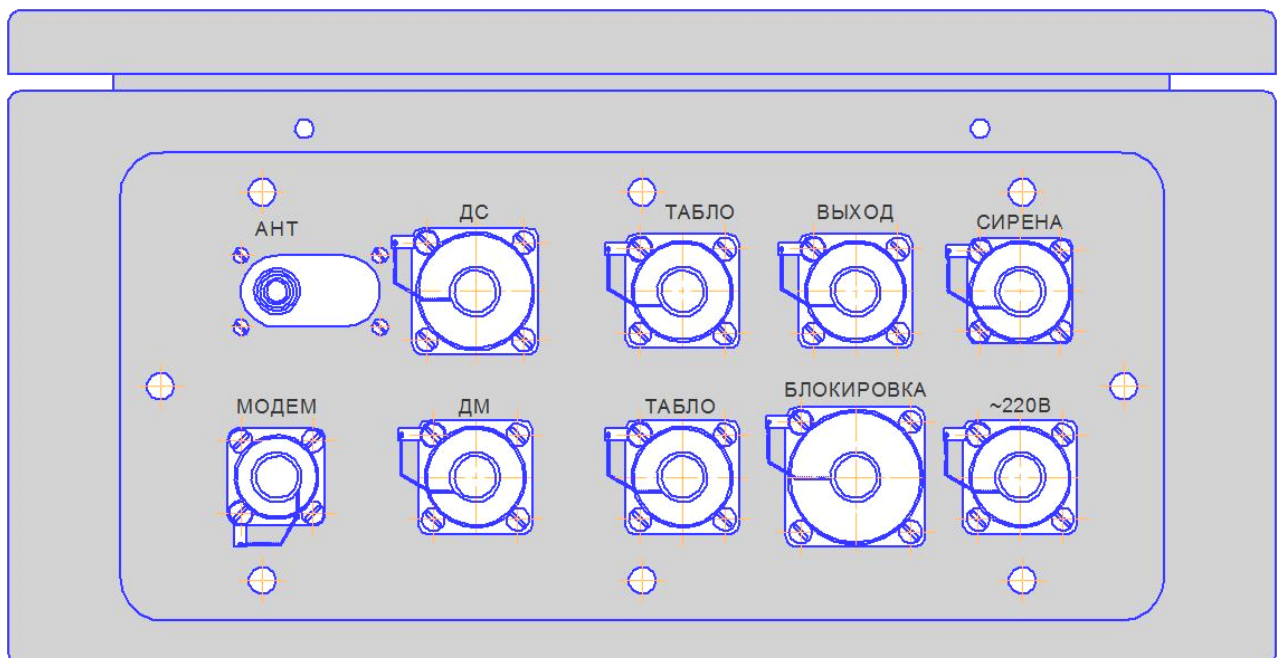
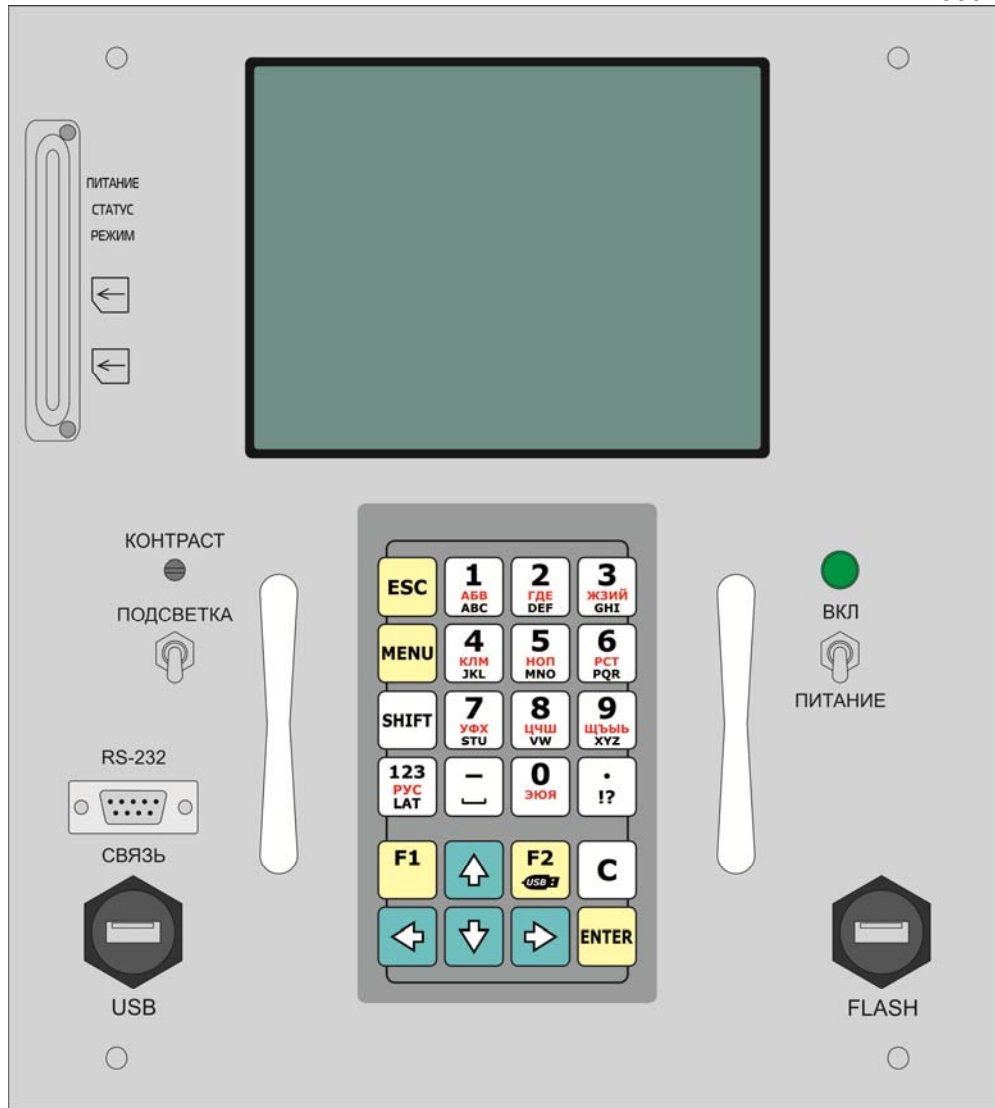

Рис. 1. Прибор ИВЭ-50 модель 40 (разъемы на корпусе)
Рис. 2. Прибор ИВЭ-50 модель 4X (лицевая панель).
1.3.1 Конструктивно прибор выполнен в металлическом шкафу, внутри которого установлен выемной блок (рис. 2). На нижней стенке шкафа закреплены клемма заземления, разъемы для подключения кабелей питания, датчиков, выносных табло, блокировки исполнительных механизмов, звуковой сигнализации, выходных аналоговых сигналов, антенны встроенного модема (рис. 1). На задней части шкафа имеются петли для крепления прибора.